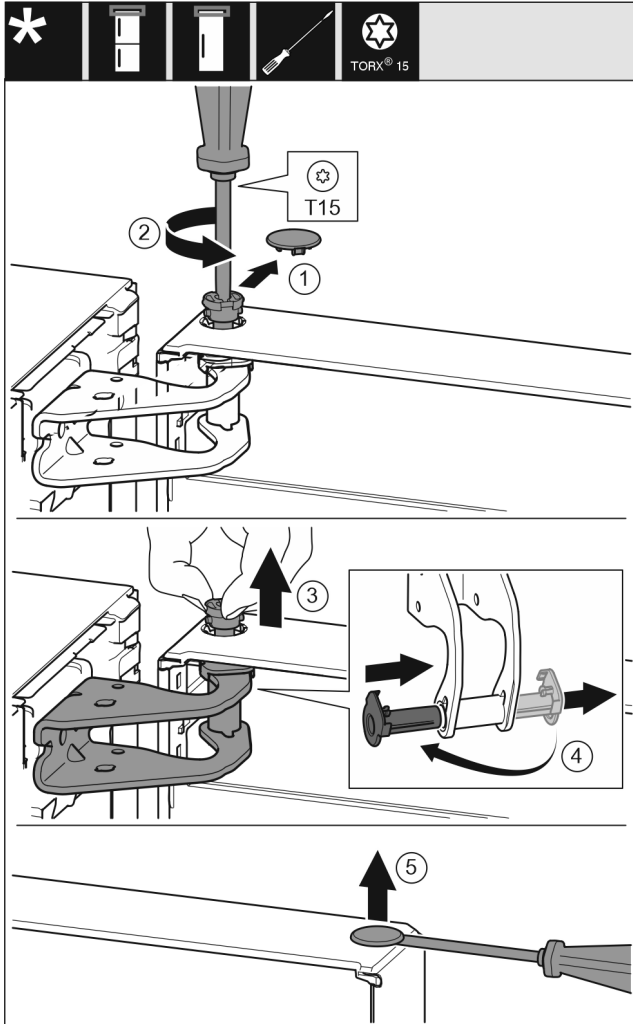

Fig. 12
- Ta försiktigt av blindlocket. *Fig. 12 (1)*
- Skruva ut bulten en bit med torxskruvmejsel T15. *Fig. 12 (2)*
- Håll fast dörren och dra ut bulten med fingrarna. *Fig. 12 (3)*
- Dra ut lagerbussningen ur hålen. Sätt in den från den andra sidan så att den går i lås med ett klick. *Fig. 12 (4)*
- Bänd försiktigt upp pluggarna från dörrlagerbussningen med en spårskruvmejsel och dra ut dem. *Fig. 12 (5)*